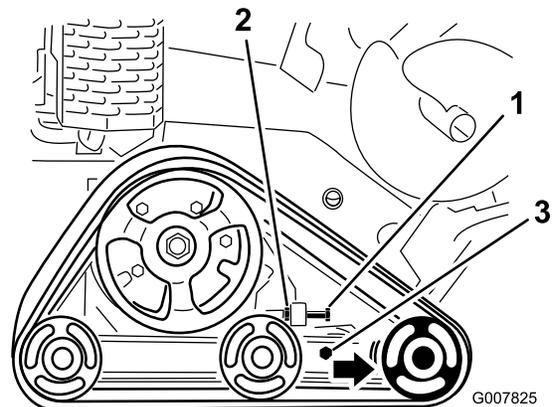

Bild 57
3. Lösen Sie die Klemmmutter an der Spannschraube der Kette und die Klemmschrauben am Spannarm (Bild 57).
4. Ziehen Sie die Spannschraube bis auf 32,5-40 N·m an, um die Kette zu spannen (Bild 57).
4. Lösen Sie die Spannschraube und Klemmmutter (Bild 57).
5. Lösen Sie die Klemmschrauben (Bild 57).